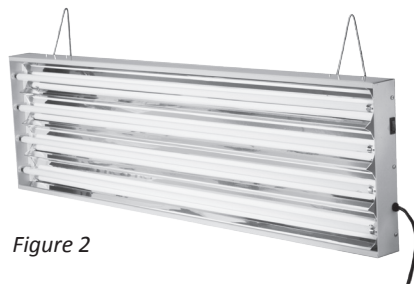

Figure 2
- Pour un accrochage horizontal, utilisez les orifices et logements aux coins de chaque extrémité. Voir figure 2.